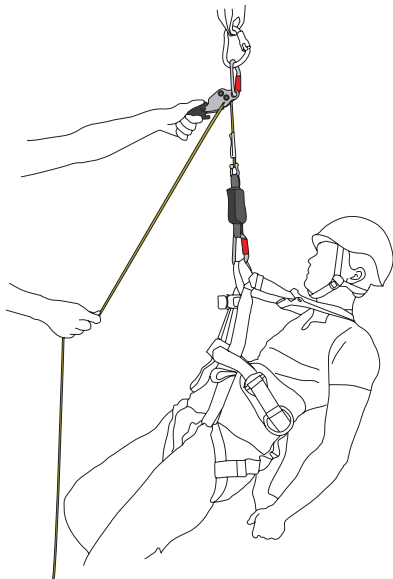

Abb. 4
4. Den Karabinerhaken von der Verankerungsschlinge abnehmen. Die Verankerungsschlinge um eine feste Konstruktion legen und im Karabinerhaken befestigen; siehe Abb. 1A oder 1B. Die Verankerung muss eine Belastung von 12 kN (EN795) aushalten können. Befestigen Sie das **Smartline X** wie in Abb. 4 gezeigt.